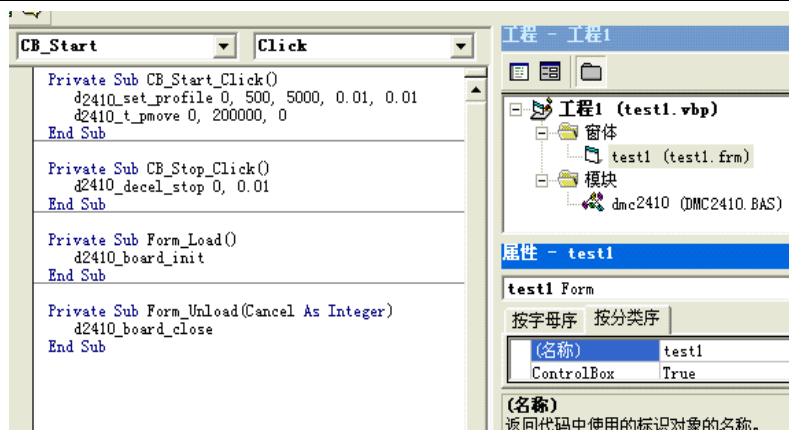

图 7-5 程序中调用运动控制卡库函数（VB）
- (6) 如图 7-5 所示, 双击窗口控件, 在 Form_Load 事件中添加代码 d2410_board_init 选择 UnLoad 事件, 在 Form_Unload 事件中添加代码 d2410_board_close 双击 “启动” 按钮, 在 CB_Start_Click 事件中添加代码